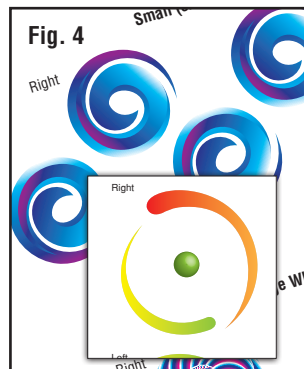

Fig. 4
4. Double check that "Right" Wheel Covers are paired with wheels that have "Right" Decals and vice versa (Fig. 4). Press Wheel Cover in place and hold until setting begins. Let dry.
4. Vérifiez que "droit" couvrir de roue sont couplés avec les roues qui ont "droit" autocollants et vice versa (Fig. 4). Appuyez sur capot de la roue en place et le maintenir enfoncé jusqu'à ce que paramètre commence. Laisser sécher.